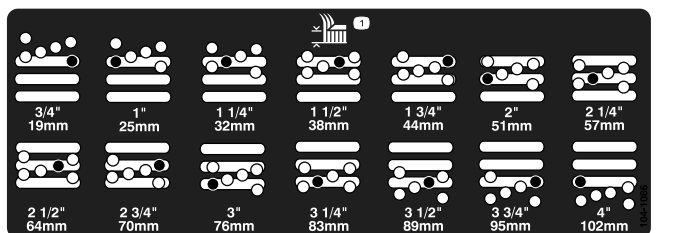

Рисунок 18
5. Переместите камеру на желаемую высоту среза и установите проставку в обозначенное отверстие и проем высоты скашивания (Рисунок 18).